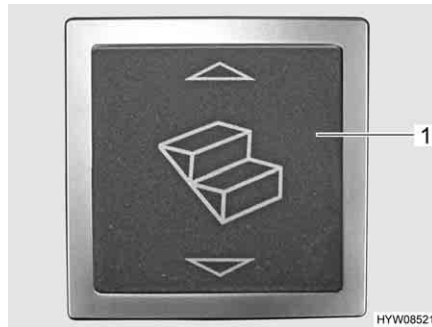
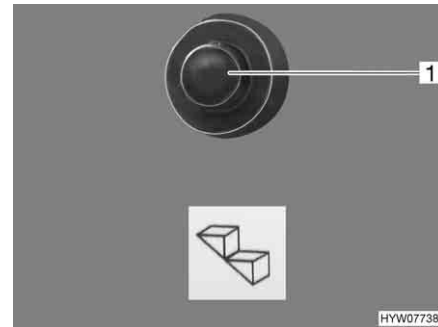

Fig. 7 Pulsante basculante dello scalino di ingresso (zona di ingresso)
Fig. 8 Pulsante a pressione dello scalino di ingresso (cruscotto)
**Inserimento:** ■ Premere il pulsante basculante (Fig. 7,1) nella zona di ingresso oppure il pulsante a pressione (Fig. 8,1) sul cruscotto nella cabina di guida.
**Estrazione:** ■ Premere il pulsante basculante (Fig. 7,1) nella zona di ingresso.